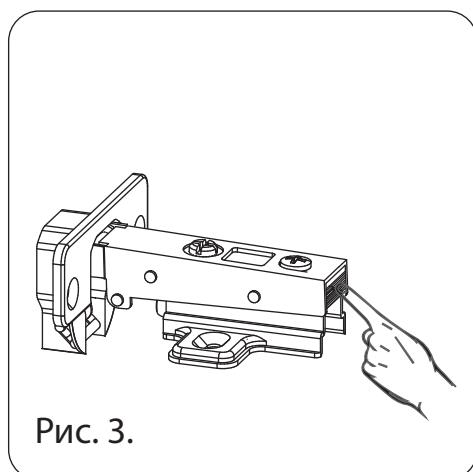

Рис. 3.
1. Пальцем нажмите на рычаг с торца петли (см. рис. 3).